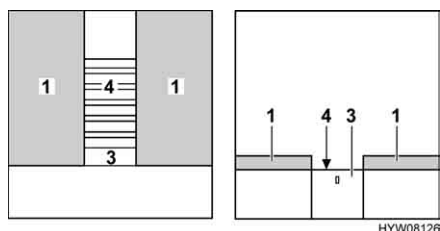

Fig. 70 Durante la trasformazione
- Estrarre completamente il telaio portamaterasso (Fig. 70,4). A tal fine estrarre la base estraibile (Fig. 70,3).